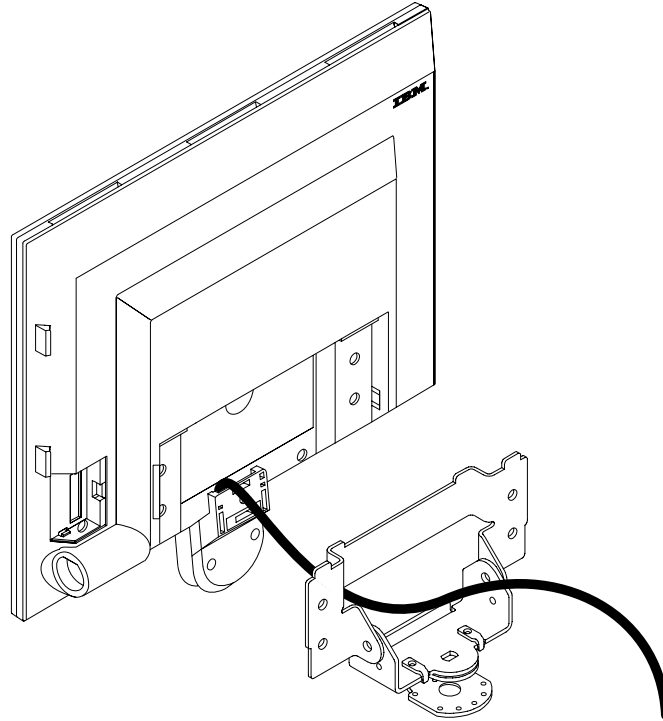

図 20. ポインティング・デバイス・ケーブルの経路
1. 図20 を参照して、取り付けブラケットの真ん中の開口部を通してから脚柱を通して下の方にある細長いくぼみにポインティング・デバイス・ケーブルの経路を定めます。